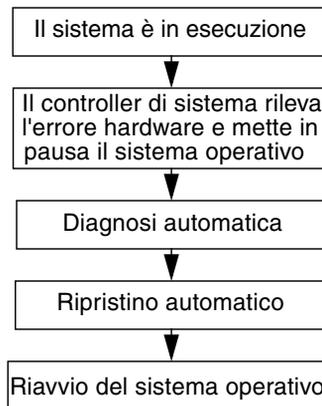

FIGURA 5-1 Processo di diagnosi automatica e ripristino
In base al tipo di errori hardware che si verificano e ai controlli diagnostici impostati, il controller di sistema esegue alcune procedure di diagnostica e ripristino, come mostra la FIGURA 5-1. Il firmware include un motore di *diagnosi automatica* (AD), che rileva e analizza gli errori hardware che influiscono sulla disponibilità di un server.
I punti di seguito riportati riassumono il processo descritto nella FIGURA 5-1: